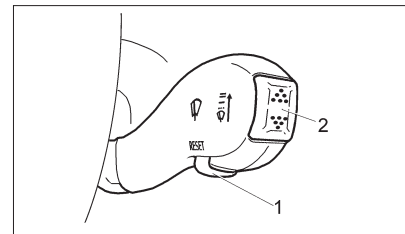

Рис. 33. Клавиши подрулевого переключателя
- кнопка «**Reset**» 1 (рис. 33);